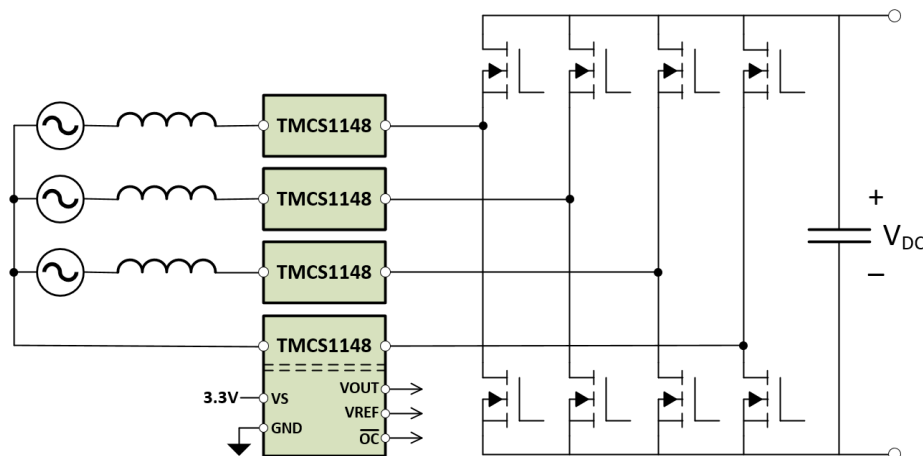

図 10-2. AC/DC コンバータの 電流検出
多くのアプリケーションでは、DC 回路で使用するために、AC 電源から電力を変換する必要があります。通常、電力伝送効率を向上させるために、いくつかの種類の制御された力率補正 (PFC) 段が必要です。最新の PFC 段では、全体のサイズを縮小し、電力伝送効率を向上させるために、より高速で高速なパワースイッチが使用されています。多くの場合、AC/DC コンバータの PFC 段は AC 電源グリッドに直接接続されます。PFC 段で検出する場合の主要な課題は、電流センサが高電圧 (HV) 電力グリッドから生じる大きな電圧スパイクに加えて、電荷伝送中に高速パワースイッチから生じる大きな過渡にさらされることです。TMCS1148 構造内に固有の絶縁機能があるので、HV 電流センシングノードと低電圧制御回路との間に高いレベルの絶縁を実現し、高い同相過渡耐性 (CMTI) を達成することで、これらの課題を克服できます。図 10-2 に、一般的な AC/DC コンバータ段での TMCS1148 測定位相電流の使用法を示します。